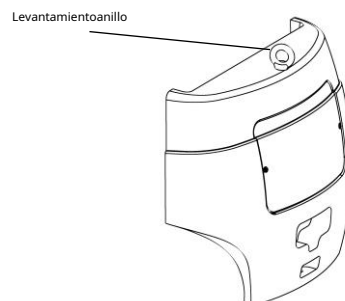

Figura 2-29
(3) La figura 2-29 muestra el levantamiento equilibrado. El peso máximo no es más de 1000 kg.